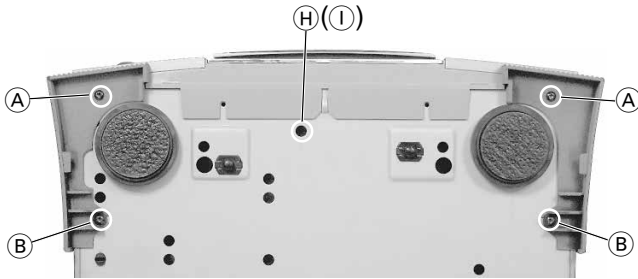

Fig. 1
- 2 Schrauben (A) und 2 Schrauben (B) herausdrehen (Fig. 1).
- Seitenteile (C) in Pfeilrichtung (D) schieben und abnehmen.
- Durch die Bodenöffnung (H) (Fig. 1) das Antriebsrad (I) (Fig. 7) mit einem Schraubendreher gegen den Uhrzeigersinn solange drehen, bis die Schublade 1cm ausgefahren ist. Die Schublade kann nun nach außen gezogen werden.
- Undo 2 screws (A) and 2 screws (B) (Fig. 1).
- Insert a screw driver into bottom hole (H) (Fig. 1) and turn the driving wheel (I) (Fig. 7) counterclockwise until the tray is opened 1cm. The tray can now be pulled out by hand.